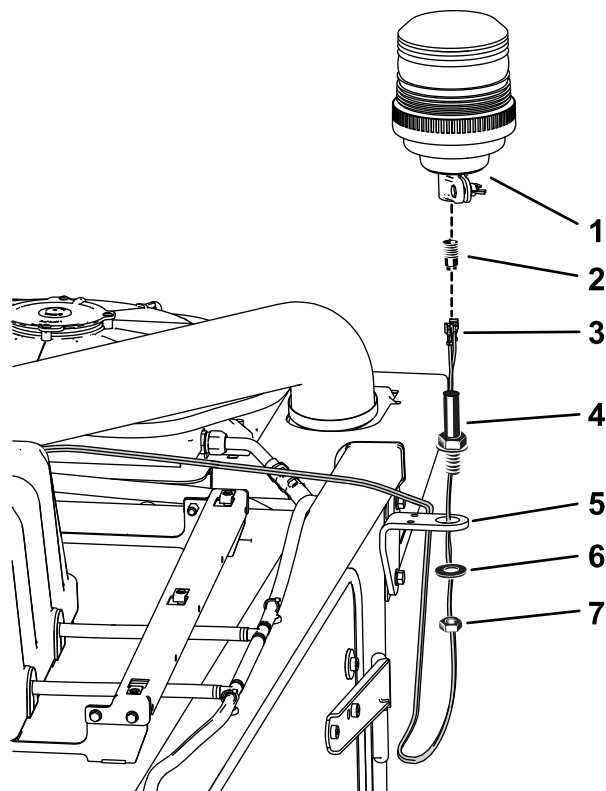

图 6
5. 将警示灯支架安装到驾驶室上 图 6。
注意 可将警示灯接头旋出警示灯槽以便进行连接 图 6。
8. 如图 6 所示将警示灯安装到支架上。